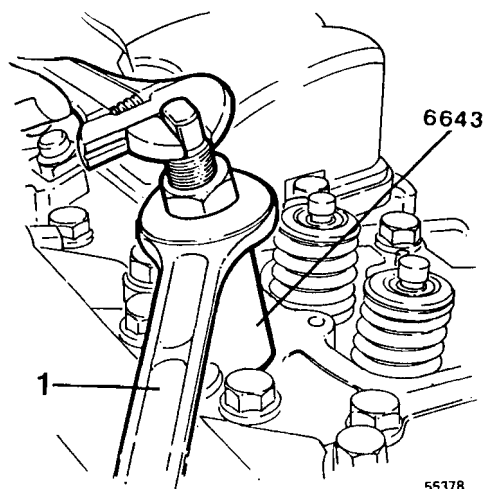

Fig 90
- 11 Quitar los inyectores, véase fig. 90.